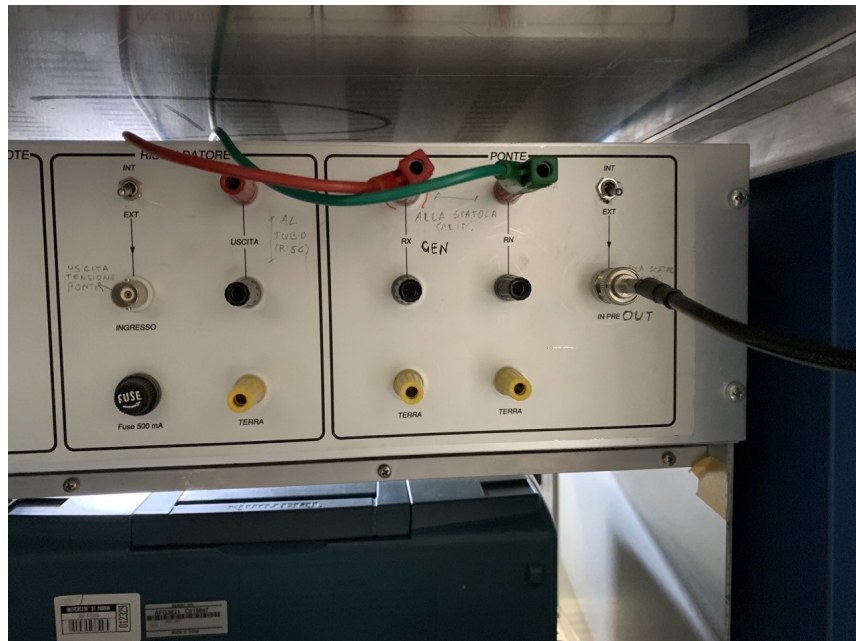

Figure 2: Segnale in ingresso dal trasformatore, come inserire i cavi banana e dove.
- in particolare, i connettori banana rossi e verdi sono collegati al trasformatore dal quale viene preso il segnale in ingresso. Questi cavi banana sono connessi sul retro del trasformatore come in Fig. 2.
- il connettore banana-bnc (bianco e rosso) serve per misurare la tensione ai capi delle resistenze R_1 e R_2 per regolare la differenza di tensione V_{AB} a zero. Per fare ciò viene collegato al lock-in per fare la calibrazione. Per connetterlo al lock-in, collegare la parte bnc sul retro del trasformatore come alla sinistra di Fig. 2. È importante notare che la leva deve essere impostata su EXT.